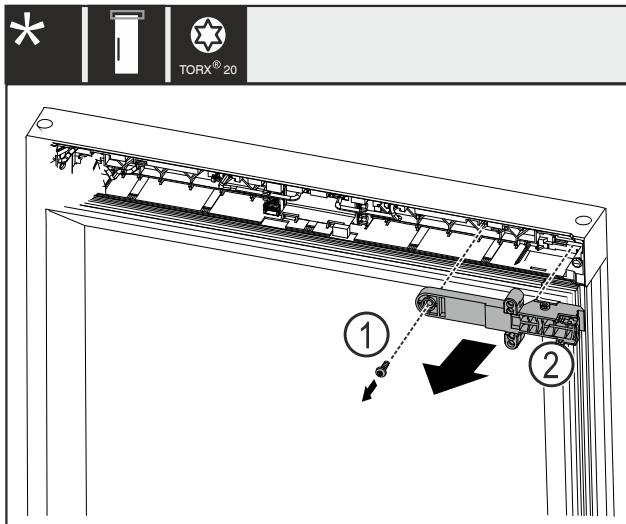

Fig. 21
- ▶ Извлеките винт Fig. 21 (1).
- ▶ Снимите крепежный элемент замка Fig. 21 (2).